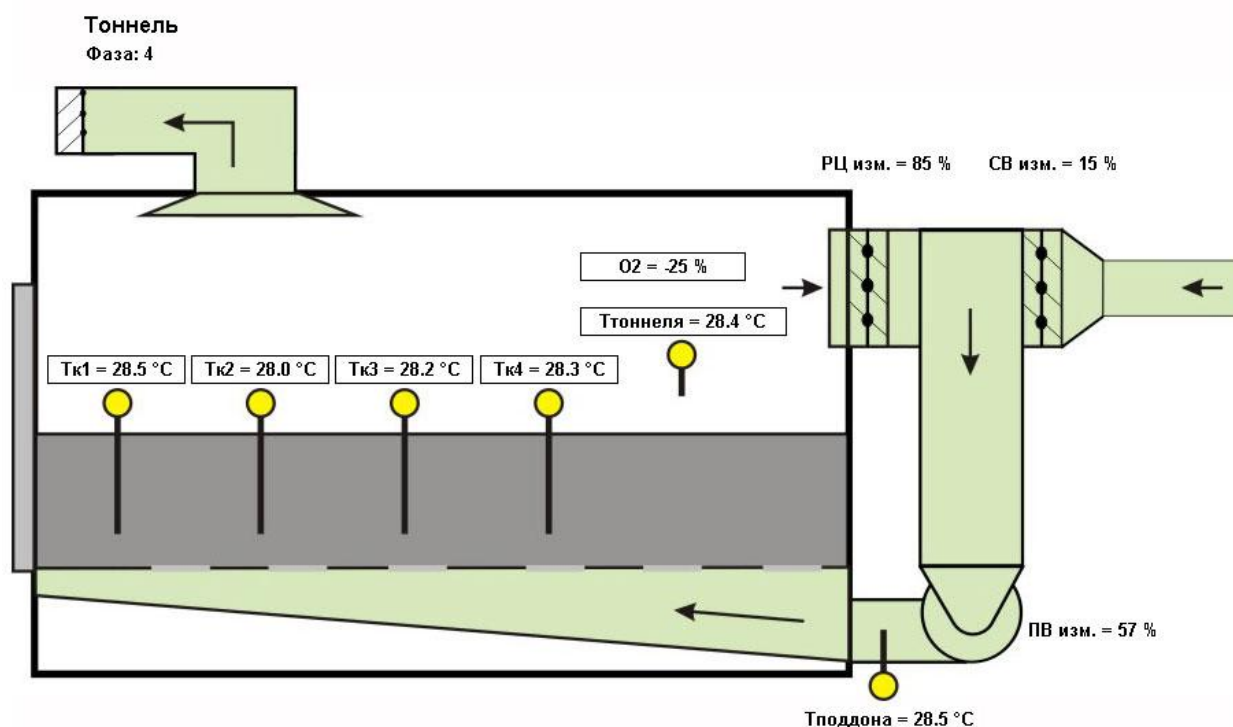

Рис.1.1 – Технологическая схема процесса пастеризации компоста.
1.2 Технологическая схема процесса пастеризации компоста приведена на рис. 1.1